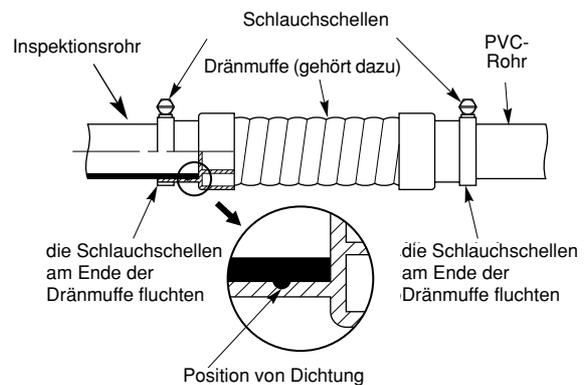

Abb. 3-7
Am Ende vom Arbeitsgang befestigen Sie stark die Schlauchschellen wie in der Abb. 3-7.
- Fluchten Sie die Schlauchschellen am Ende der Dränmuffe. Befestigen Sie sie stark auf den Röhre. Legen Sie sie nicht auf die Position von Dichtung des Inspektionsrohres. (Abb. 3-7).